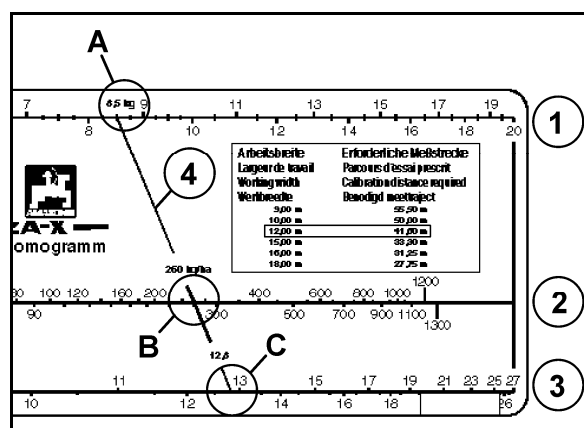

Bild 68
7. Leta upp det värde (**A**) på den övre skalan (Bild 68/1) som motsvarar den uppsamlade gödselmängden (**8,5 kg**) och det värde (**B**) på mellanskalan (Bild 68/2) som motsvarar den önskade spridningsmängden (**260 kg/ha**).
9. Linjens förlängning skär nu den nedre skalan (Bild 68/3) vid det värde (**C**) som krävs för spjällens läge, i detta fall **12,8**.